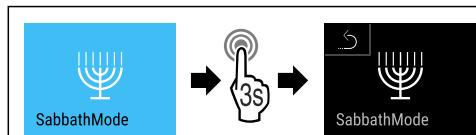

Fig. 13
- Izvedite zahtevane korake (glejte Fig. 13).